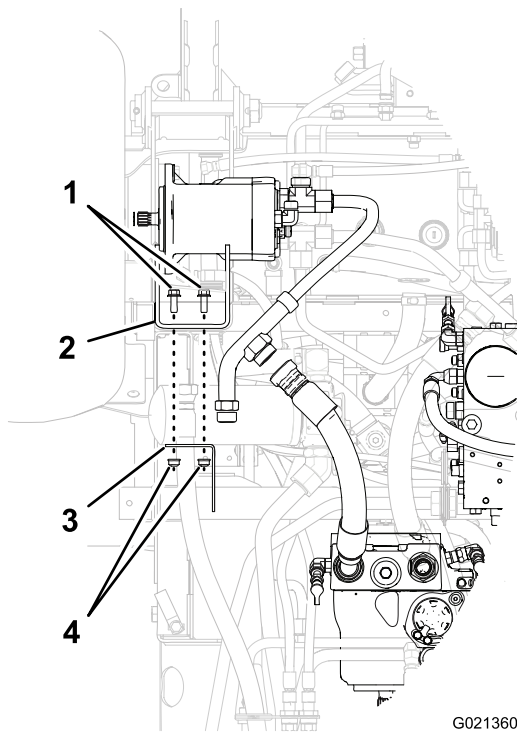

Bild 5
3. Entfernen Sie die zwei Schrauben und zwei Bundmuttern, mit denen die Stützhalterung an der Chassishalterung befestigt ist, und entfernen Sie die Stützhalterung (Bild 5).